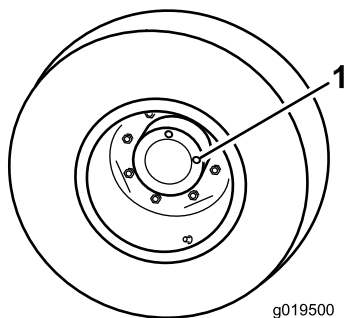

Bild 61
1. Wenn die Maschine auf einer ebenen Fläche steht, positionieren Sie das Rad so, dass eine Prüfschraube (Bild 61) auf 12 Uhr und die andere auf 3 Uhr steht.
2. Entfernen Sie die Schraube, die auf 3 Uhr steht (Bild 61). Der Ölstand sollte ungefähr 6 mm vom Prüfschraubenloch liegen.